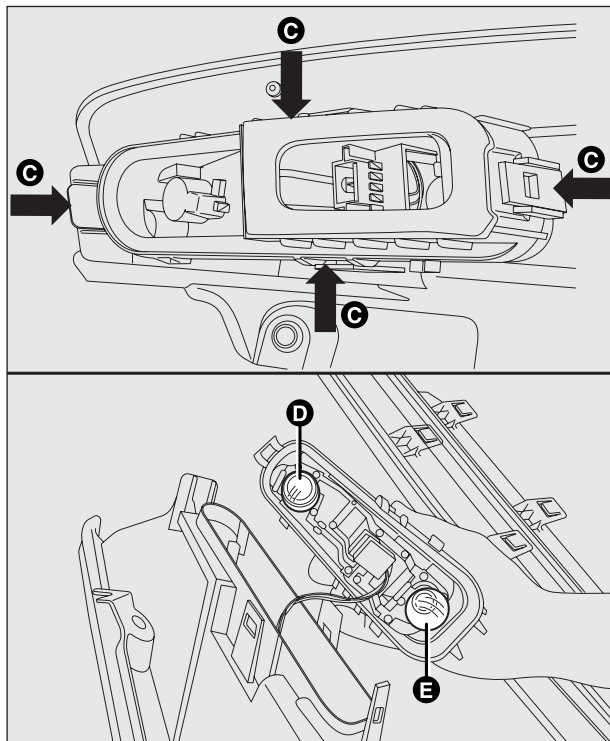

fig. 170
- ☐ desenganche el portalámparas desde las fijaciones C-fig. 170;